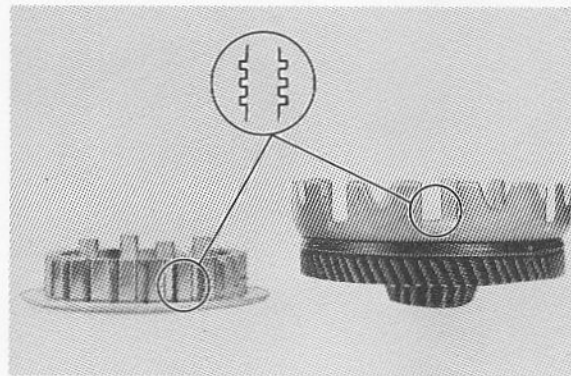

Fig. 3-3-25
7. Check dogs on driven gear (clutch housing). Look for cracks and signs of galling on edges. If moderate, deburr. If severe, replace. (Fig. 3-3-25)
7. Vérifier les entrées de la cloche d'embrayage. Contrôler les craquelures et les signes d'usure sur les bords. S'ils sont minimes, les gratter. S'ils sont graves, remplacer les pièces. (Fig. 3-3-25)